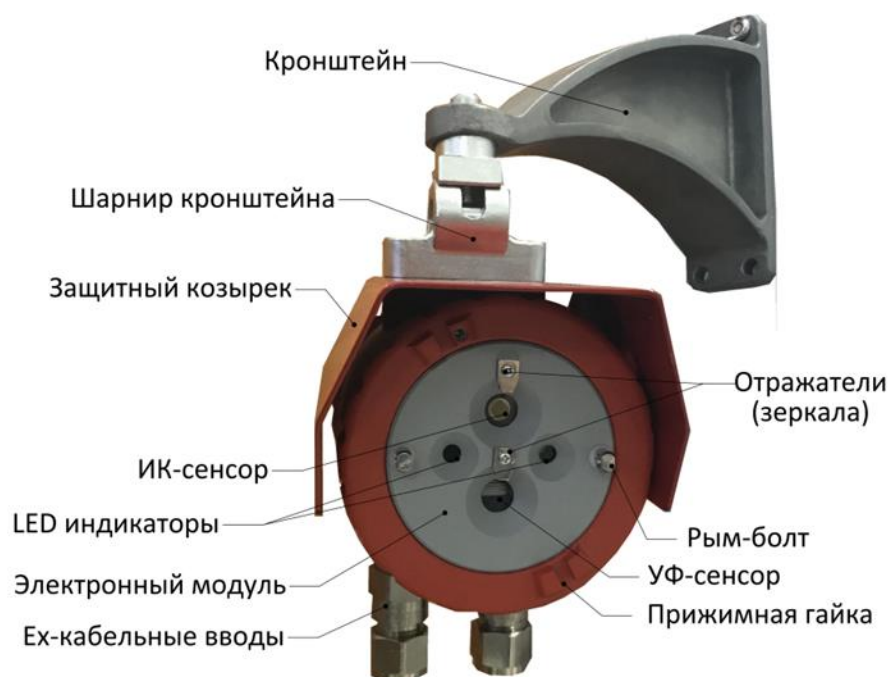

Рисунок 1 –Общий вид изделия
1.3.1 Конструктивно изделие (см. рис. 1, 2) состоит из следующих составных частей: